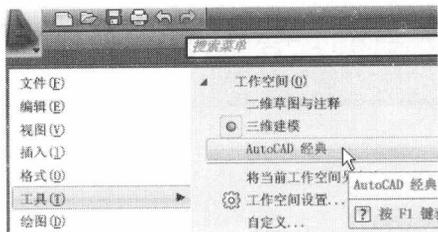

图 1-4 菜单浏览器
(1) 单击“菜单浏览器”按钮，选择菜单【工具】/【工作空间】，在【工作空间】的菜单中选择需要的选项，如图 1-4 所示。